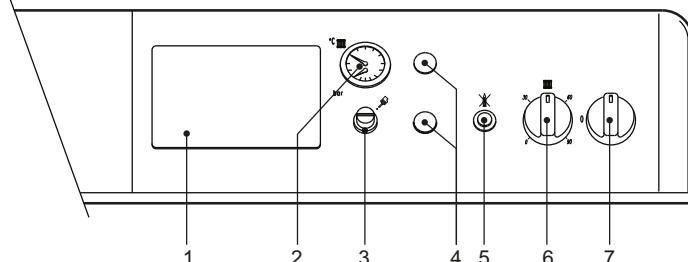

fig. 1 - Tableau des commandes
- Mettre l'interrupteur de la chaudière "7" sur la position 1 (fig. 1).
- Lorsque la chaudière est dotée d'un module électronique thermostatique, monté en position 1 fig. 1, l'utilisateur devra également tenir compte des instructions fournies par le constructeur de celui-ci.
tourner la manette 6, fig. 1 dans le sens des aiguilles d'une montre pour augmenter la température de l'eau de chauffage, la tourner dans le sens inverse pour la réduire. La température peut être modulée de 30° mini à 90° maxi. Il est toutefois conseillé de ne pas faire fonctionner la chaudière au-dessous de 45°.
Programmer la température souhaitée à l'intérieur des pièces à l'aide du thermostat d'ambiance. Commandée par le thermostat d'ambiance, la chaudière s'allume et l'eau est amenée à la température établie par le thermostat de réglage de la chaudière 6, fig. 1. Le générateur s'éteint dès que la température souhaitée aura été atteinte à l'intérieur des pièces.
La pression de charge de l'installation froide, lire sur l'hydromètre de la chaudière partie. 2 de fig. 1, doit être d'environ 1,0 bar Au cas où au cours du fonctionnement de l'installation la pression baîsserait, (à cause de l'évaporation des gaz contenus dans l'eau) à des valeurs inférieures au minimum précité, l'utilisateur devra rétablir la valeur initiale à l'aide du robinet de charge. Refermer toujours le robinet de remplissage à l'issue de l'opération.